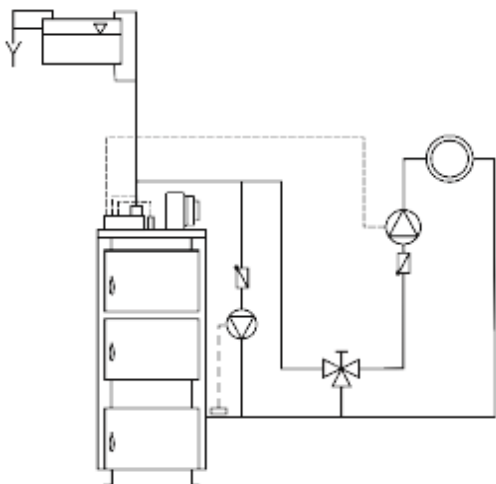

Рисунок 3 - Подключение с трехходовым краном
5.4.7 Во избежание появления конденсата, что может в несколько раз сократить срок эксплуатации Котла, необходимо систему отопления монтировать по прилагаемым или аналогичным схемам, обеспечивающим температуру возвратной воды не ниже 55°C (см. рис.3,4).